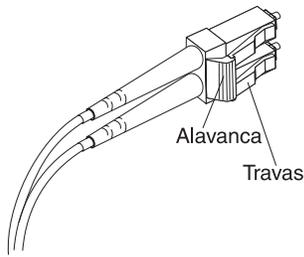

Figura 3-14. Alavanca e Travas do Cabo Fibre Channel LC-LC
1. Na extremidade do cabo LC-LC que se conecta ao módulo SFP ou à placa de barramento host, pressione e segure a alavanca para soltar as travas, como mostra a Figura 3-14 na página 3-11.